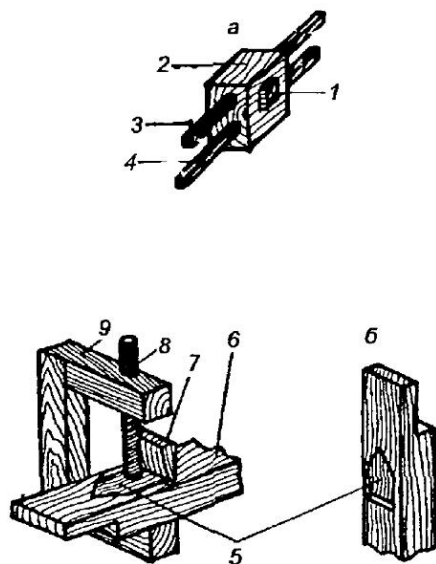

Рис. 143.
щим образом. Состругивают нижнюю часть корпуса (подошву) и наклеивают на водостойких клеях новую подошву из древесины граба, клена, белой акации, ясеня или бука влажностью 10+2% и толщиной 15–18 мм, с тем, чтобы после обработки поверхности подошва имела толщину не менее 12 мм. Наклеивать новую подошву надо так, чтобы волокна древесины ее были направлены вдоль продольной оси корпуса рубанка, фуганка. Склеивают подошву с корпусом в струбцинах (рис. 143), а после схватывания клея обрабатывают подошву так, чтобы ее поверхность была ровной, гладкой.
**Рейсмус.** В рейсмусе реечном при длительной эксплуатации изнашиваются рейки и отверстия для них. В этом случае меняют рейки с тем, чтобы они плотно входили в отверстие корпуса (3) (рис. 143) либо меняют корпус. Все детали рейсмуса изготавливают из древесины граба, бука, ясеня, березы или клена влажностью 10%, после чего их шлифуют, покрывают олифой и светлым лаком. Иглы (2) делают из проволоки диаметром 2 мм и плотно забивают в рейки острыми концами в противоположные стороны.